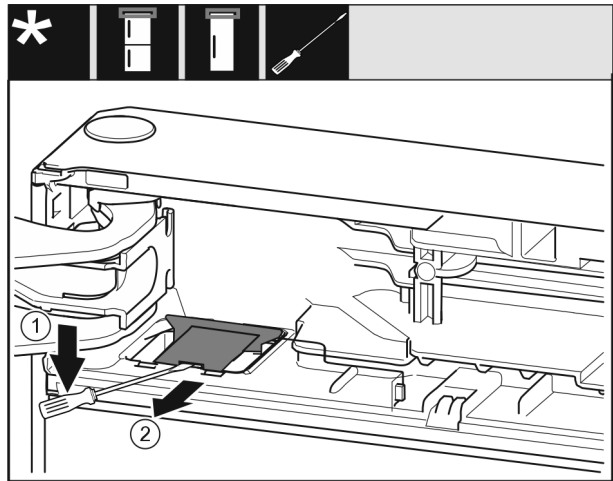

Fig. 7
- ▶ Mit einem Schlitzschraubendreher die Abdeckung ausrasten und aufheben. Fig. 7 (1)
- ▶ Abdeckung herausnehmen. Fig. 7 (2)